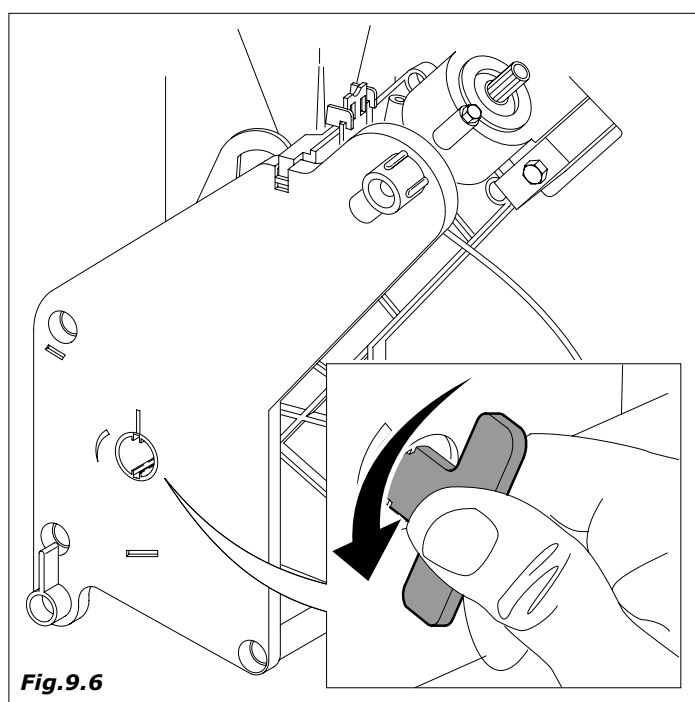

Fig.9.6
- Pimpiar los residuos de café del grupo. Este se puede extraer para facilitar la tarea (Fig.9.6)